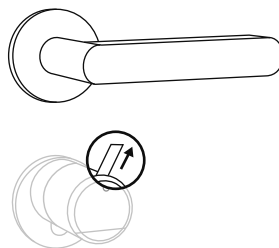

Abb. 145
- ⑧ Sofern noch nicht geschehen, entfernen Sie den Batterieschutzstreifen aus dem Batteriefach am Innenknäuf (Abb. 145).